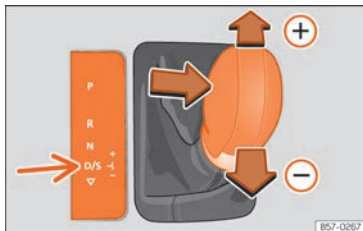

Fig. 220 Consola central: cambiar con tiptronic.
- Tire de la palanca selectora hacia adelante para insertar una marcha superior **>>> fig. 220**.